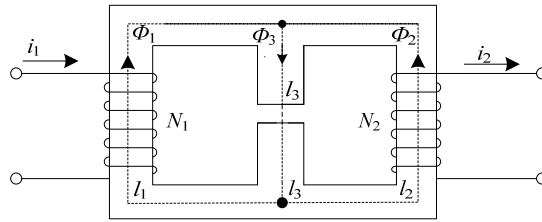

图 1-5 有分支磁路
12. 在图 1-5 所示的有分支磁路中，磁路由硅钢片叠成，磁路各截面的净面积相等，为 $S = 2.5 \times 10^{-3} \text{ (m}^2\text{)}$ ，磁路平均长 $l_1 = 0.5 \text{ m}$ ， $l_2 = 0.5 \text{ m}$ ， $l_3 = 0.25 \text{ m}$ （不包括气隙 δ ）， $\delta = 0.2 \times 10^{-2} \text{ m}$ 。已知空气隙中的磁通量 $\Phi = 4.6 \times 10^{-3} \text{ Wb}$ ，又 $N_2 i_2 = 10300 \text{ A}$ ，求另外两支路中的 Φ_1 、 Φ_2 及 $N_1 i_1$ 。其磁化曲线见附录 E。